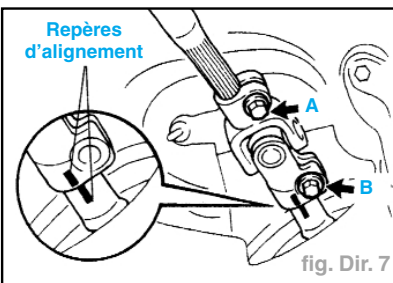
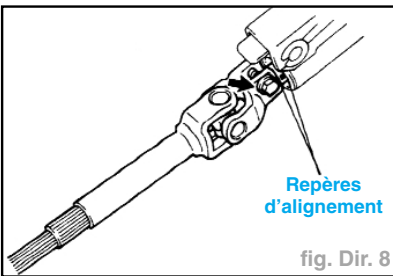

fig. Dir. 7
fig. Dir. 8
- Tracer des repères d'alignement sur le joint de cardan et sur l'ensemble d'arbre intermédiaire n°3 (fig. Dir. 7).
- Oter le boulon **A**, puis déposer le joint de cardan (fig. Dir. 7).
- Tracer des repères d'alignement sur l'ensemble d'arbre intermédiaire n°2 et sur l'arbre principal (fig. Dir. 8).
**Nota :** Bien aligner les repères (fig. Dir. 7) et (fig. Dir. 8).